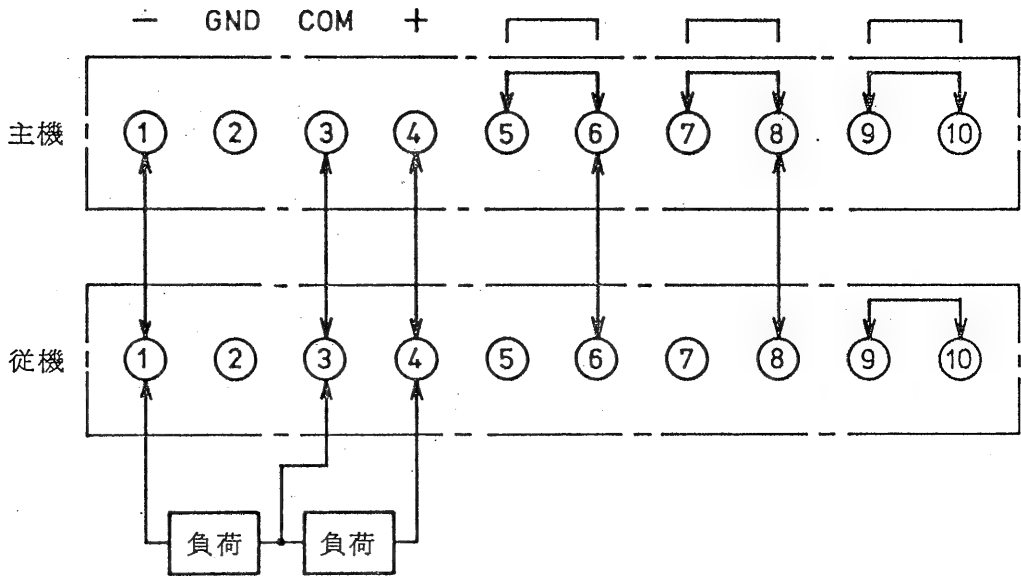

図 4-7 ワンコントロール並列運転
- (1) 電源スイッチを OFF にします。(ただし出力スイッチは主機，従機ともに ON にします。)
- (2) 主機(出力電圧を可変する機器)と従機により電圧をコントロールされる機器)の後面端子盤を図 4-7 のように接続します。
- (3) 出力を主機の後面出力端子から取り出します。ただし、電源スイッチは主機 従機の順で投入し、従機、主機の順で切断して下さい。